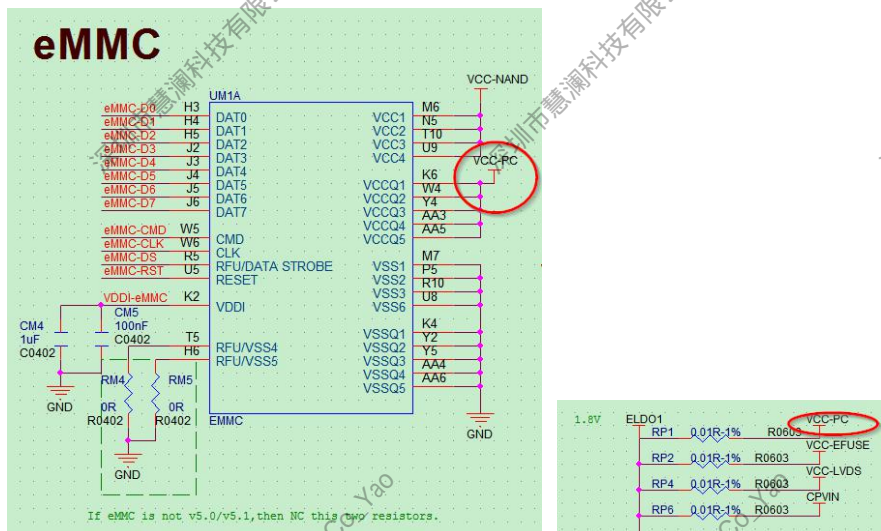

图 2-21 VCC-PC 电源设计
- 如果 eMMC 设备使用 HS200 和 HS400 高速总线模式，需将 eMMC VCCQ 以及主控 GPIO PC 口的电压配置为 1.8V 电压。使用时请按照实际需求进行 VCC-PC 的电源的配置，如图 2-21。